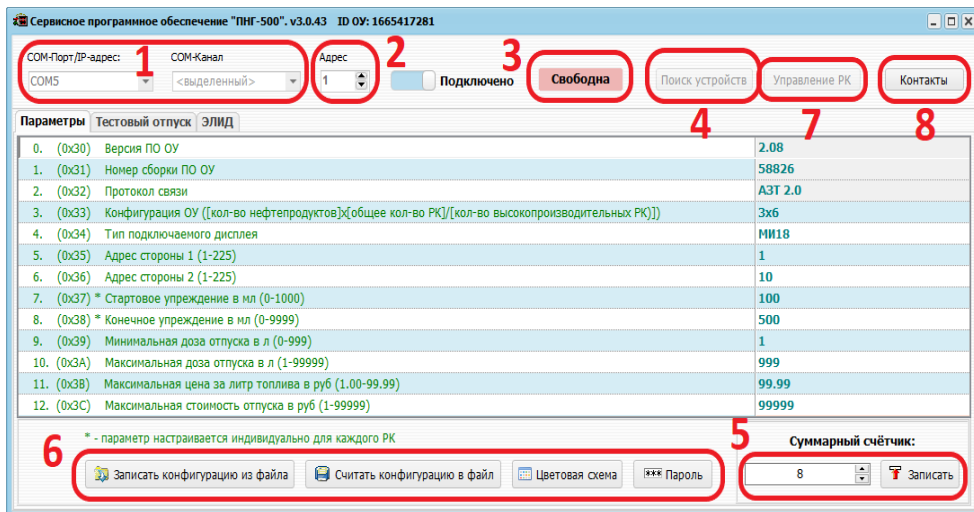

Рис. 1. Основное окно программы настройки параметров и калибровки
К основным элементам интерфейса программы относятся (Рис. 1):
5.5.2 Запись параметра в ОУ выполняется при переходе на следующий параметр или на другую вкладку. Также при закрытии программы. При успешной записи параметр приобретает зеленый цвет (см. рис.1).